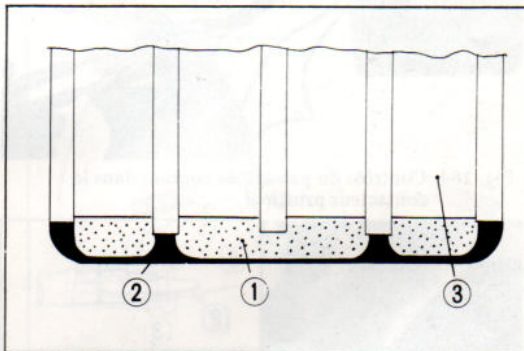

Fig. 162 ① Dépôt pateux ② Fond du bac 3 Plaque cathodique
- 3) Contrôler l'état des cosses où de mauvais contacts peuvent être dus à la corrosion, les dépôts dus à la sulfatation et aux vibrations. Les dépôts de plaques se déposent au fond de la batterie, cette dernière doit alors être remplacée. (Fig. 162)